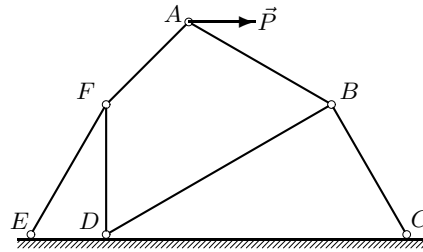

Рис. 5
**ПРИМЕР.** Плоская шарнирно-стержневая конструкция закреплена на неподвижном основании шарнирами  $E$ ,  $D$ ,  $C$  и нагружена в шарнире  $A$  горизонтальной силой  $P = 100$  кН (рис. 5). Даны углы:  $\angle DFA = 135^\circ$ ,  $\angle ABD = 60^\circ$ ,  $\angle DCB = 60^\circ$ ,  $\angle BDC = 30^\circ$ ,  $\angle DFE = 30^\circ$ . Найти усилия в стержнях.